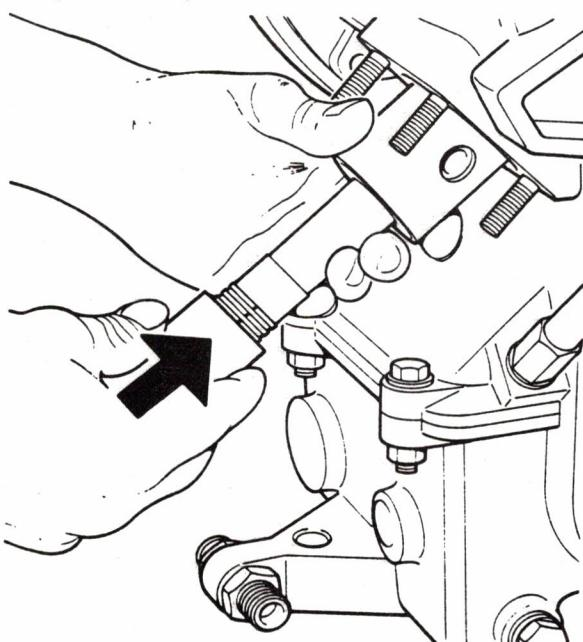

Bild 17 Zylindermontage mit Kolbenringmantel
- Kolben und Kolbenringe mit Vaseline, weiß, fetten. Kolbenringmantel über den Kolben schieben und die Kolbenringe dadurch zentrieren (Bild 17). Kolbenringmantel entfernen und Zylinder auf den Kolben schieben.